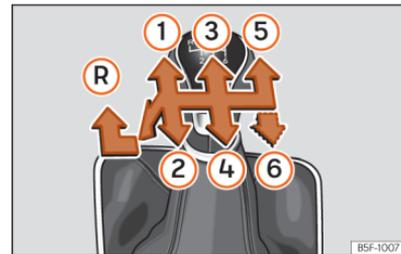

Fig. 100 Esquema de uma caixa de velocidades manual de 5 ou de 6 velocidades.
Na alavanca das velocidades indicam-se as posições das velocidades »» **Fig. 100**.
- Com a alavanca das mudanças em ponto morto, pressione-a para baixo, mova-a para a esquerda até ao fim e depois para a frente para selecionar a marcha-atrás »» Fig. 100 (R).